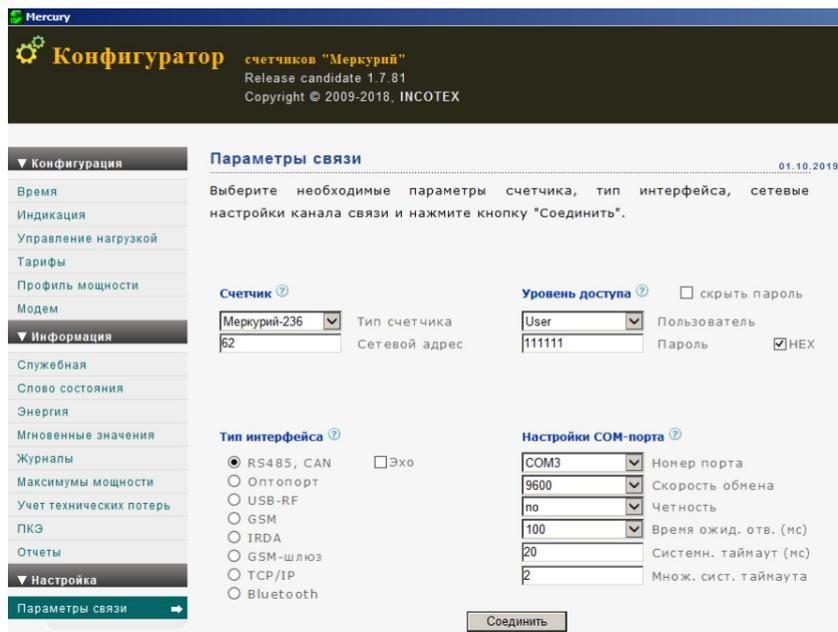

Рисунок 3 Окно конфигурирования счетчика
3. Запустить на ПК «Универсальный конфигуратор». При этом отобразится вкладка «Параметры связи», вид которой приведен на Рисунок 3.